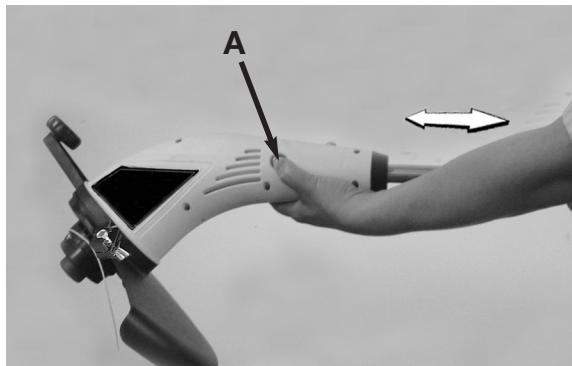

Fig. 5
2. Pousser l'saisir fermement le manche.e bouton de dégagement rouge du manche vers l'avant et déplacer le manche vers l'avant ou vers l'arrière à la longueur désirée (Fig. 5)